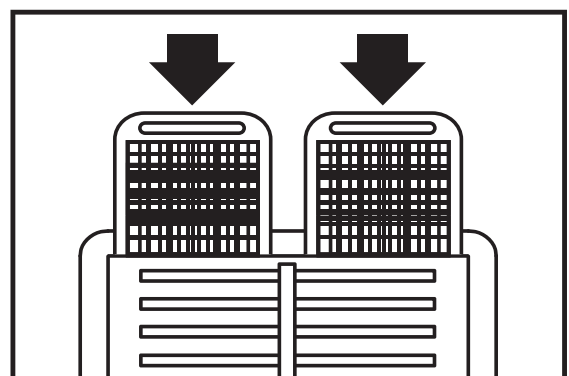

Fig. 16
- ▶ **5.2.4.** Z powrotem włożyć filtr (Rys. 16).